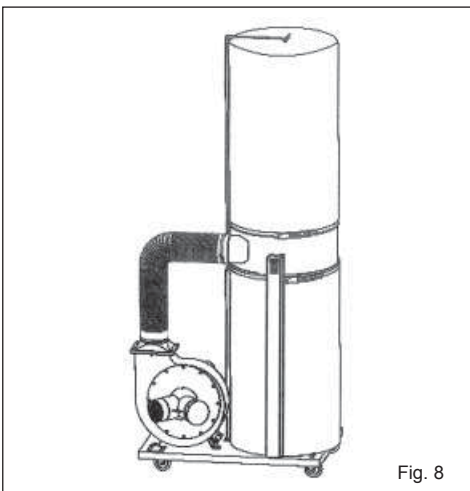

Fig. 8
7. Fixe o tubo para as saídas, como mostrado na Fig. 8.